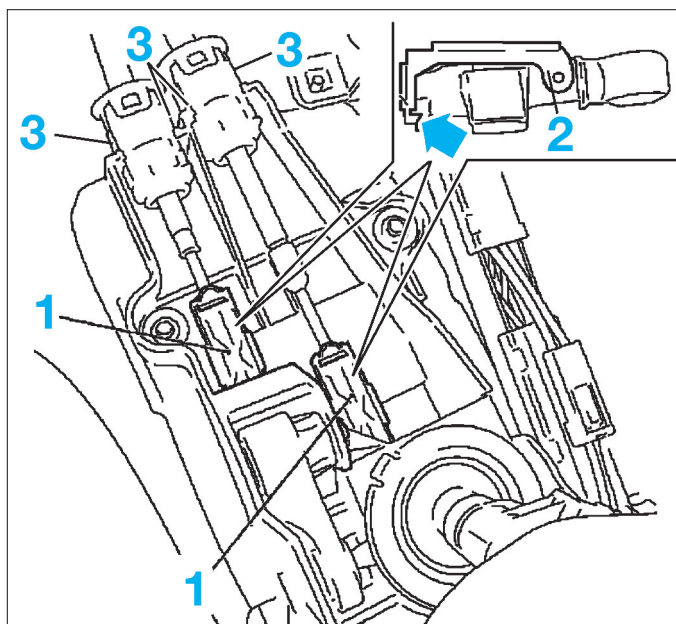

FIG. 11
- Déverrouiller les 2 câbles de commande (1) du boîtier de vitesses à l'aide d'un petit tournevis.
Ouvrir le verrouillage (2) sans dépasser la position indiquée sur la figure 11. L'ouvrir d'avantage, peut entraîner sa destruction.
- Déposer les 2 câbles de commande du boîtier de levier de vitesses en appuyant sur les clips (3) de chaque côté (fig. 11).
- Déverrouiller les câbles de commandes du boîtier de levier de vitesses (fig. 11).
- Déverrouiller les 2 câbles de commande (1) du boîtier de vitesses à l'aide d'un petit tournevis (fig. 11).
- Déverrouiller les 2 câbles de commande (1) à l'aide d'un petit tournevis (fig. 11).
- Sans bouger le levier de vitesses ni le levier de commande de la boîte, appuyer sur le verrouillage (2) des deux câbles (fig. 11).